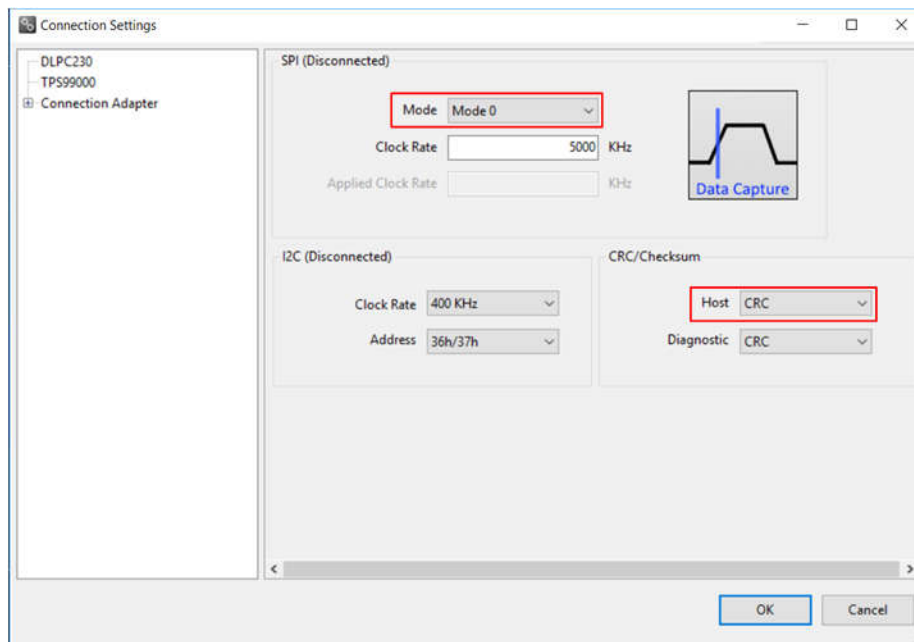

图 2-3. DLPC230-Q1 Automotive Control Program 通信设置
- 选择“Connection Settings”以确认图 2-3 中显示的 SPI 配置与表 1-3 中所述的控制器 PCB 开关设置相匹配。具体而言，SPI 模式和 CRC/Checksum 可能因开关设置而异。配置完成后，按“OK”。